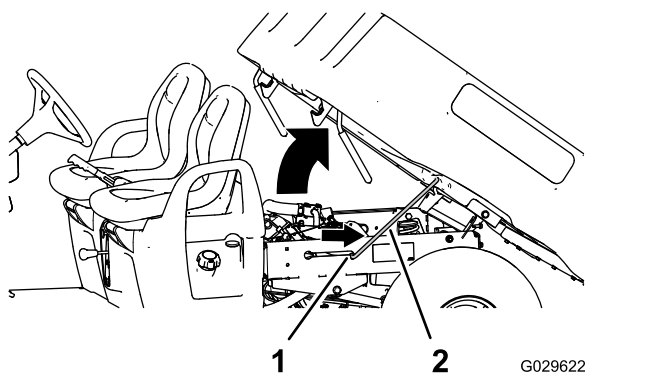

Рисунок 13
2. Вставьте опорную стойку в фиксирующий паз для удерживания кузова (Рисунок 13).
2. Вытяните опорную стойку из паза с фиксацией (Рисунок 13).
3. Опустите кузов, чтобы он надежно зафиксировался на месте защелками (Рисунок 13).